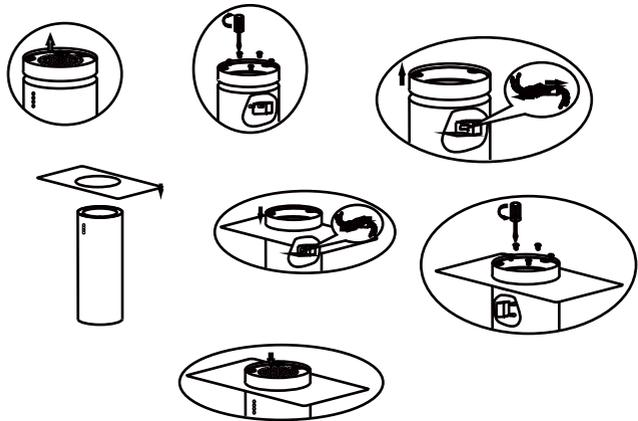

Рис. 2
2. Установите стекло на корпус вытяжки, см. рис.2.